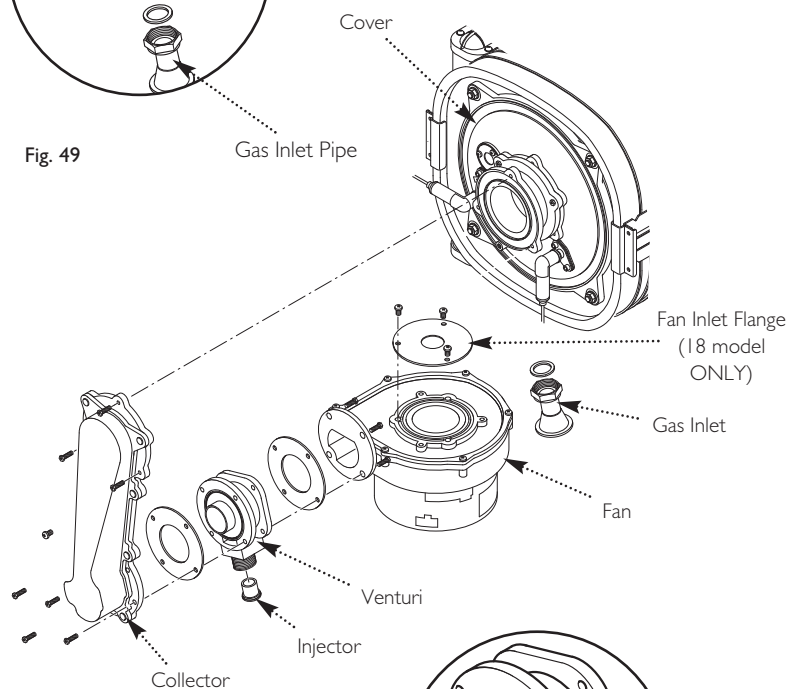

Fig. 50
13.3 Fan (Fig. 50)
13.4 Venturi (Fig. 50)
13.5 Injector (Fig. 50)